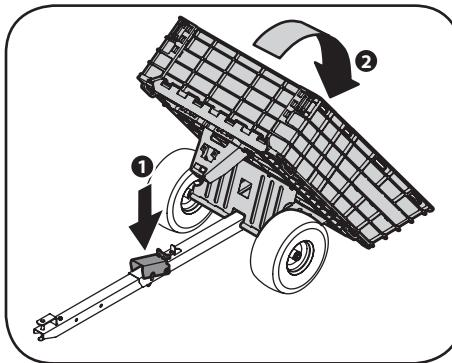

Figure 5-2
- Le contenu de la remorque peut être déchargé à l'aide de la pédale de déchargement qui se trouve sur l'attache de remorque. Voir Figure 5-2.